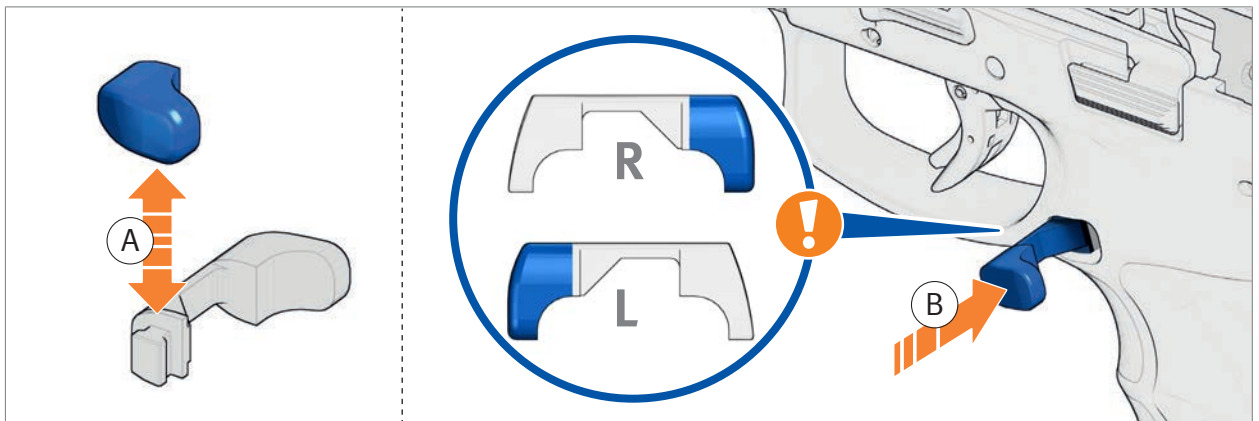

Abb. 37: Push-Button umbauen
2. Push-Button umbauen (Abb. 37).
3. Push-Button einsetzen (Abb. 37).